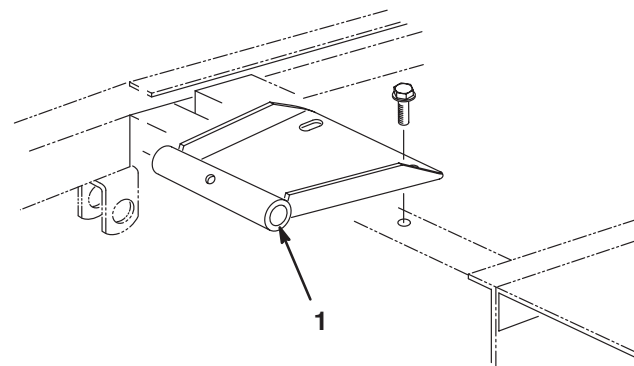

Bild 8
2. Montieren Sie die Schwenkhalterung des Sitzes am Rahmen mit zwei Bundschrauben (liegen dem Sitz bei) (Bild 8).
4. Montieren Sie die Schwenkhalterung des Sitzes am Rahmen mit zwei Bundschrauben (liegen dem Sitz bei) (Bild 8).